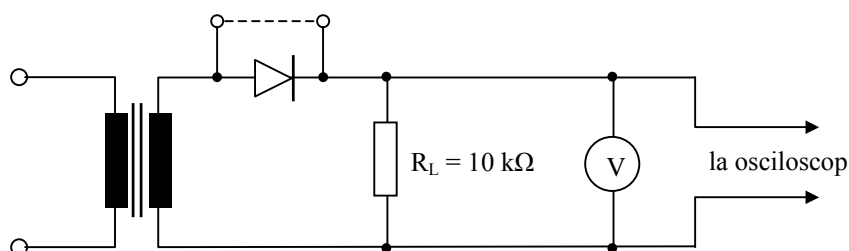

Fig.4 Montajul experimental pentru redresorul monoalternanță
1. Se șuntează dioda redresoare din montajul experimental prezentat în fig. 4. Se alimentează montajul. Se măsoară tensiunea pe rezistența de sarcină cu voltmetrul fixat pe curent alternativ și cu osciloscopul. Se măsoară pe osciloscop valoarea de vârf a tensiunii alternative (V_p) și se înregistrează în Tabelul 1.